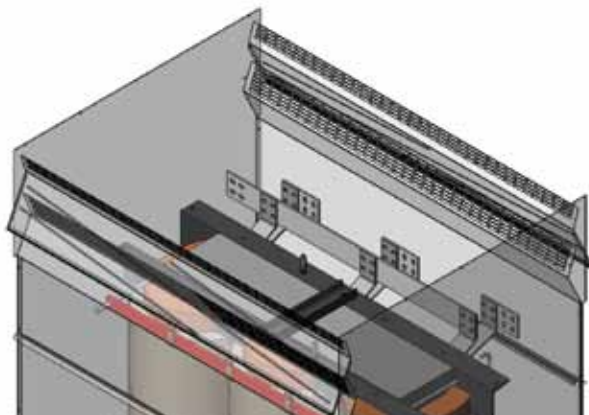
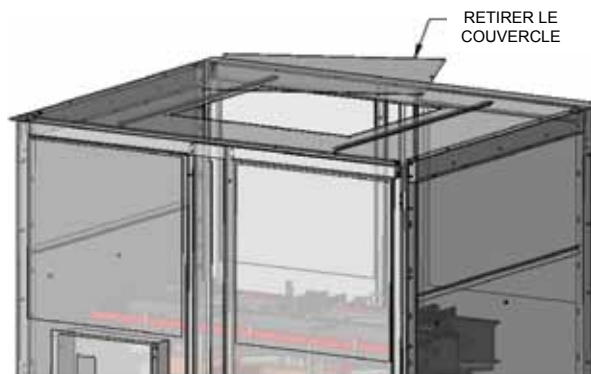

FIGURE 2
FIGURE 3
- 1) Retirez le toit s'il s'agit d'un boîtier de type NJ (voir figure 2) ou le couvercle de levage situé sur le toit du boîtier d'alimentation (voir figure 3).